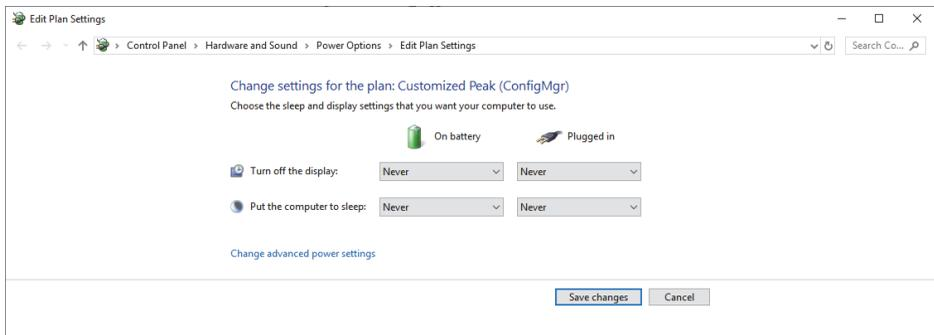

图 1-4 编辑计划设置对话框
- b) 在**Edit Plan Settings**（编辑计划设置）对话框中，将**Turn off the display**（关闭显示）和**Put the computer to sleep**（使计算机进入休眠状态）都设置为**Never**（从不）（参见第25页的图 1-4）。